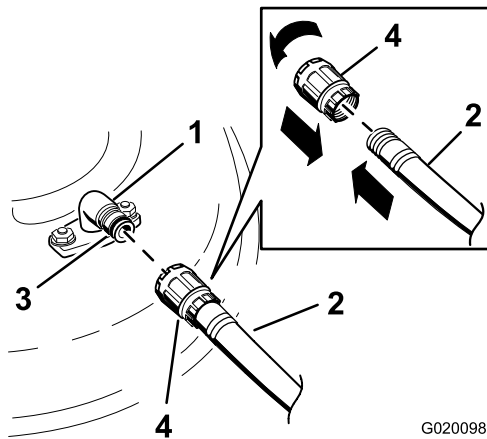

Figure 72
3. Branchez le raccord du tuyau d'arrosage à au raccord de lavage de la tondeuse et ouvrez l'eau en grand (Figure 72).